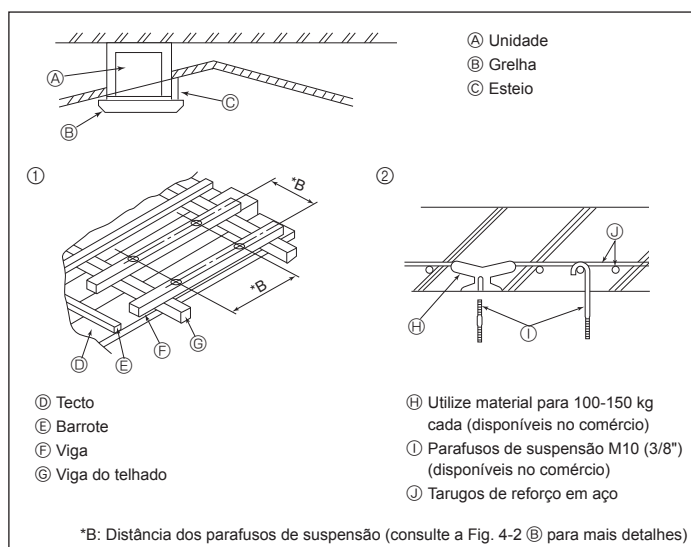

Fig. 4-4
- (A) Forma da flange da conduta recomendada (Espessura: 0,8 ou mais)
- (B) Orifício 3-ø5
- (C) Desenho pormenorizado da admissão de ar fresco
- (D) Unidade interior
- (E) Superfície do tecto
- (F) Orifício de passagem 3-ø2,8
- (G) Orifício separador ø73,4
- (H) Flange da conduta (Preparada no local)
- (I) Parafusos de derivação 4 × 10 (Preparado no local)
- (J) Conduta
4.4. Estrutura de suspensão (Dar ao lugar de suspensão uma estrutura forte) (Fig. 4-4)